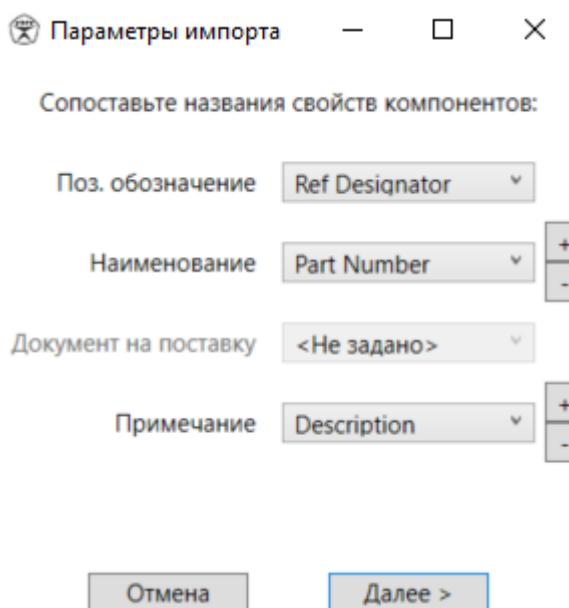

Рисунок 10
7) Затем откроется окно «Параметры импорта» (рисунок 10), в котором необходимо указать, какие свойства и в какую графу должны быть занесены. Для добавления/удаления свойств используйте кнопки «+»/«-». Свойства